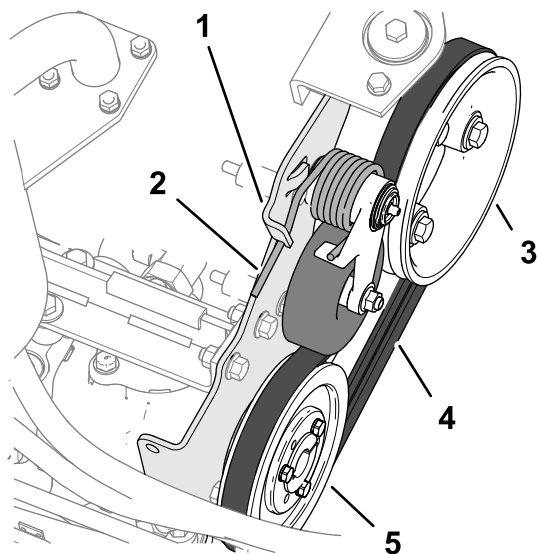

图 90
2. 将皮带张紧弹簧的末端向下推出泵安装凸耳中的槽口然后向前移动弹簧端 图 90。